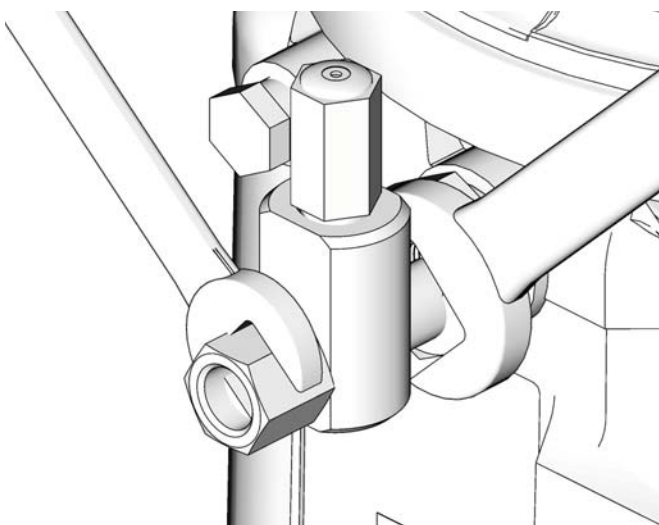

Fig. 10
- Utilizzare sempre due chiavi operanti in direzioni opposte ogni volta che si collega qualcosa a un elemento pompa o ai raccordi ausiliari. Vedere la FIG. 10 per un esempio.